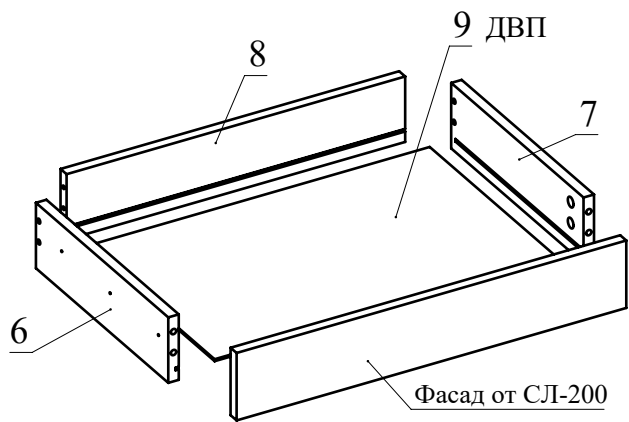

Рис.8
8. Соберите ящик. Для этого соедините детали 6 и 7 с деталью 8 при помощи конфирматов. Вставьте дно ящика 9 из ДВП в пазы деталей 6, 7, 8. Соедините фасад ящика от СЛ-200 с полученной конструкцией и затяните головки минификсов (Рис. 8).